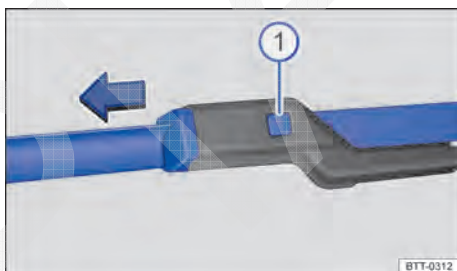

Fig. 133 Substituir as palhetas dos limpadores do para-brisa.
- Manter o botão de destravamento → Fig. 133 ① pressionado e, ao mesmo tempo, retirar a palheta do limpador do para-brisa no sentido da seta.